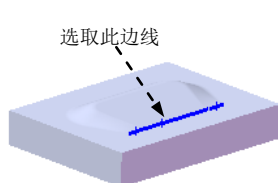

图 17.11.14 选取圆角 2 放置参
Step9. 创建圆角 2。要圆角的对象为图 17.11.14 所示的边线，圆角半径为 10.0。